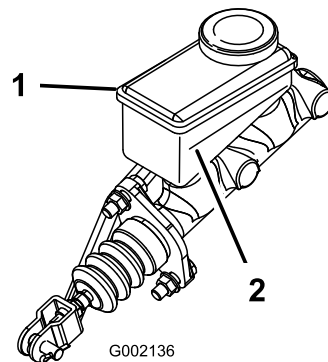

図 52
3. タンクの側面についているマークで、量を点検する 図 52。